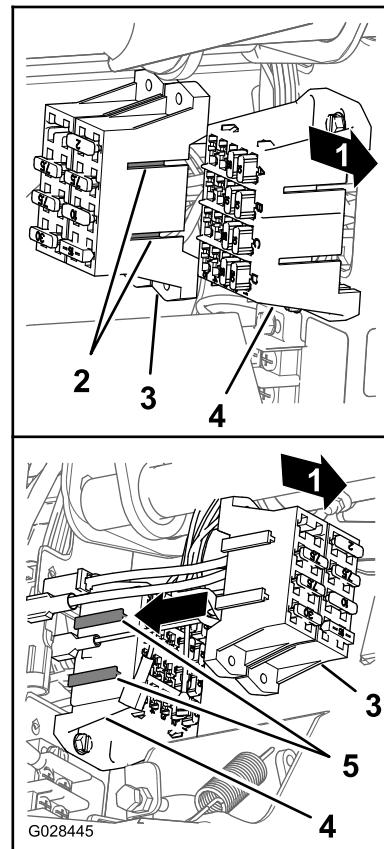

Bild 26
4. Fliegen Sie die T-Anschlussstücke am Sicherungskasten für das Sprühfahrzeug mit den T-Schlitten des Sicherungskastens für die Maschine aus und schieben Sie den Sicherungskasten des Sprühfahrzeugs in die Schlitte, bis der Sicherungskasten einrastet (Bild 26).